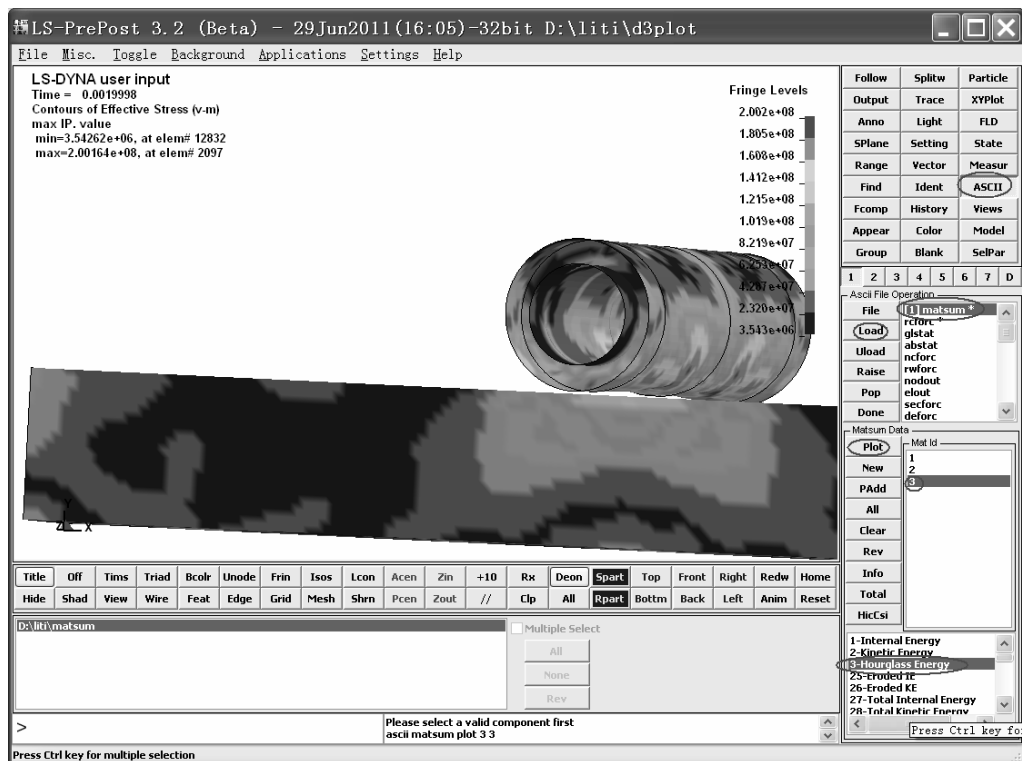
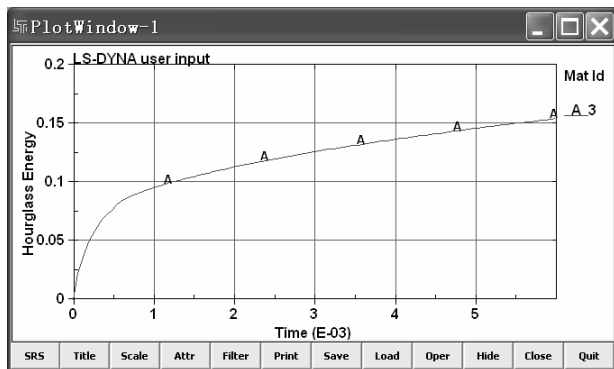

图 8-30 提取 Part 的沙漏能
图 8-31 “PlotWindow-1”窗口，被选 Part 的沙漏能随时间的变化
(5) 如图 8-30 所示，用鼠标左键单击操作界面右侧的“ASCII”，继续单击选中“matsum*”（图 8-30 中显示为“(1) matsum*”），单击“Load”按钮，再单击选中“3”，接着单击选中“3-Hourglass Energy”，最后单击“Plot”按钮，弹出“PlotWindow-1”窗口（见图 8-31）。
(6) 图 8-31 的曲线表示 Part3 的沙漏能随时间的变化。用相似的方法也可以提取接触力等信息。关闭“PlotWindow-1”窗口。